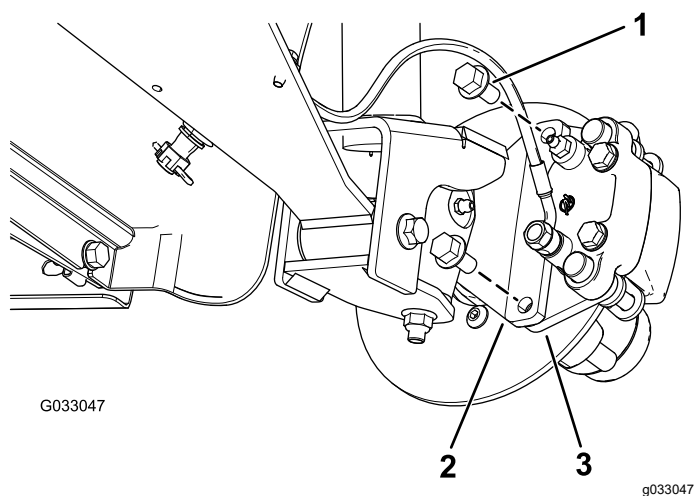
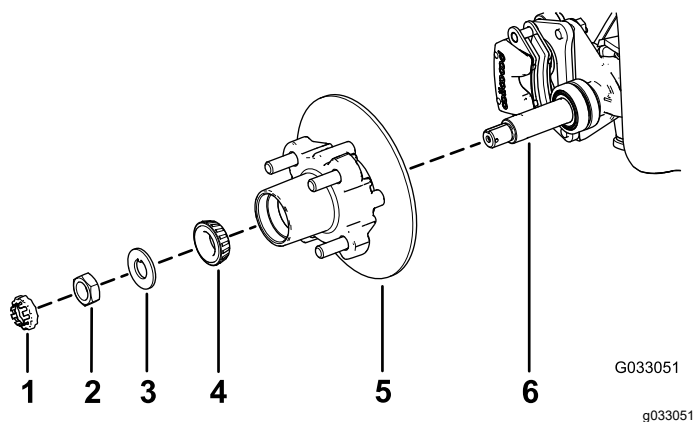

図 30
図 34
3. ブレーキアセンブリ用のブラケットをスピンドルに固定しているフランジヘッドボルト $\frac{3}{8}$ " x  $\frac{3}{4}$ "を外してスピンドルからブレーキを取り外す 図 30。
1. スピンドルに所定のグリスを薄く塗る 図 34。
2. ハブとロータをスピンドルに取り付ける。ロータを内側にすること 図 34。
3. スピンドルに外側ベアリングを取り付けてレースにはめる 図 34。
4. スピンドルにタブワッシャを取り付ける 図 34。
5. スピンドルにスピンドルナットを取り付け、ハブを回してベアリングを着座させながらナットを  $15 \text{ N}\cdot\text{m}$   $1.52 \text{ kg}\cdot\text{m}$   $= 11 \text{ ft}\cdot\text{lb}$  に締めつける 図 34。
2. ブレーキパッドをロータのそれぞれの側に合わせ 図 30、キャリアブラケットの穴と、スピンドルフレームのブレーキ取り付け部の穴を整列させる 図 34。
3. キャリアブラケットをスピンドルフレームに固定する 図 30 フランジヘッドボルト  $\frac{3}{8}$ " x  $\frac{3}{4}$ " 2本を使用する。